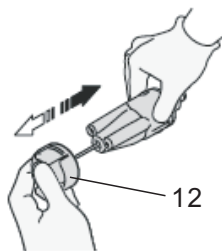

Fig.32 , canon de jet
- > Enlevez toutes les saletés déposées dans le trou de la buse à l'aide de l'aiguille de nettoyage (12) (Fig. 32).